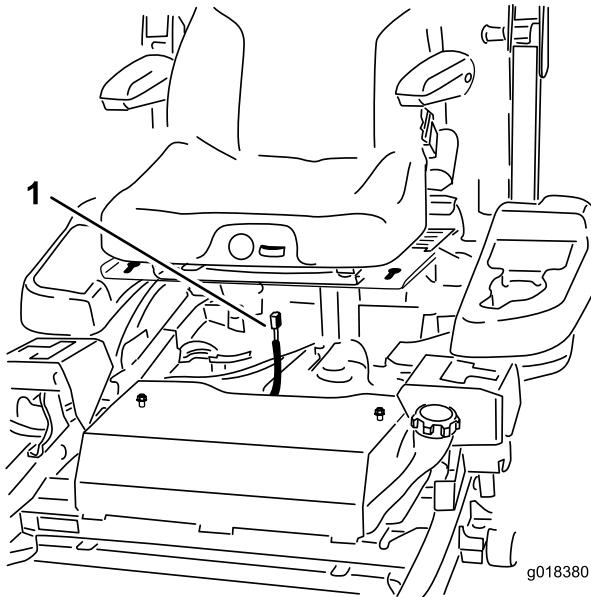

Figura 63
- Desenchufe el conector del arnés del interruptor del asiento, situado debajo del asiento (Figura 63).